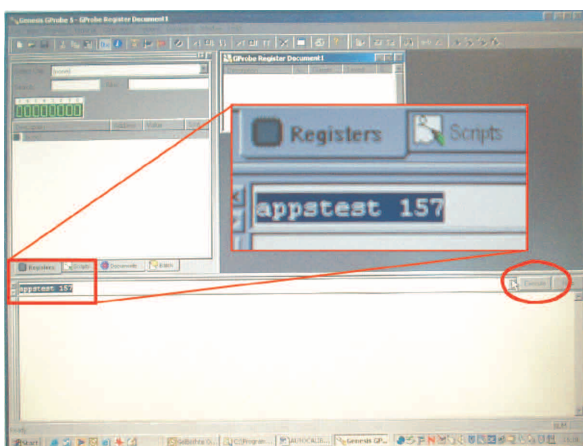

Fig. 1
- In das Eingabefeld klicken, mit den Cursor-Tasten (up und down) den Befehl **"appstest 157"** auswählen und mit Taste "Execute" starten (Fig.1).
- Mit dem "Mauszeiger" in das Eingabefeld klicken (Fig.1), mit den Cursor-Tasten (up und down) den Befehl **"appstest 34"** auswählen und mit Taste "Execute" starten. Während des Abgleichs werden die Einstellungen am PC angezeigt.
- Click to the input field and select via the cursor buttons (up and down) the **"appstest 157"** command. Start the command with button "Execute" (Fig.1).